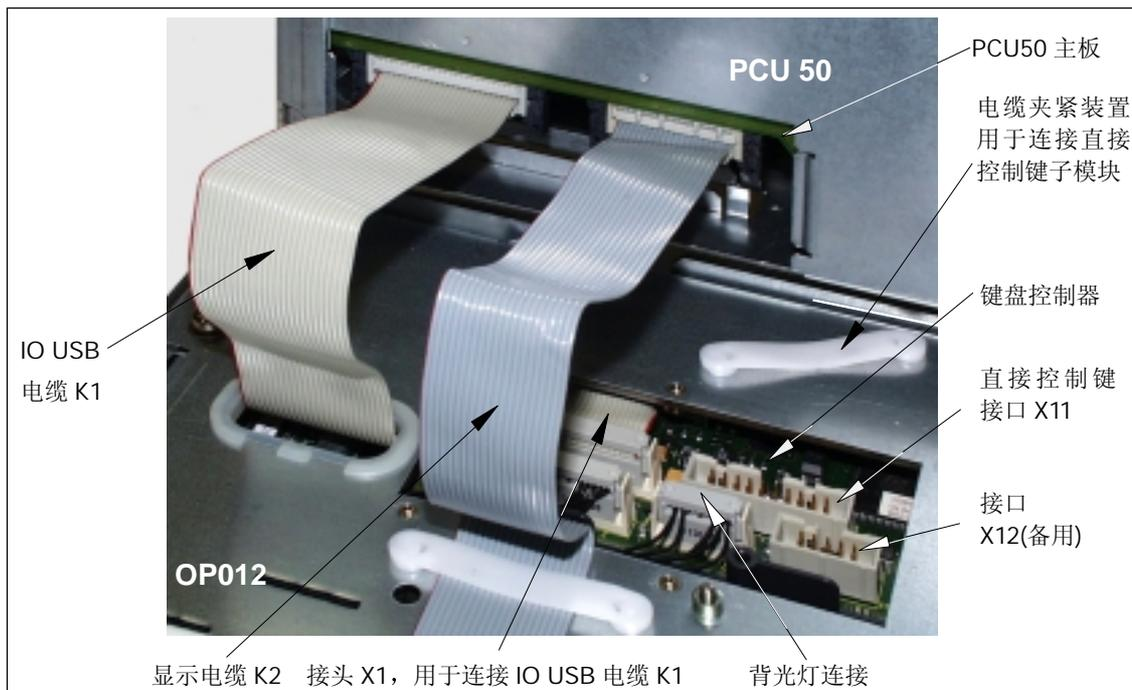

图 8-2 OP012 箱体背面连接：PCU50 连接
在背面（参见图 8-2）：
4. 把 OP012 的电缆插头 K1 和 K2 插入到 PCU50 箱体后侧开口的对应的插座中（参见图 8-2）。确保插头插入，听到卡上的声音，并合上插销。
OP012 把侧面两排键的信号发送到 X11（参见图 8-2）。
5. 把与直接控制键子模块一起提供的扁平电缆的一头（不带橡胶镶边），通过盖板的插槽插入到 X11 插座上（位于键盘控制器上）（参见图 8-2 和 8-6）。